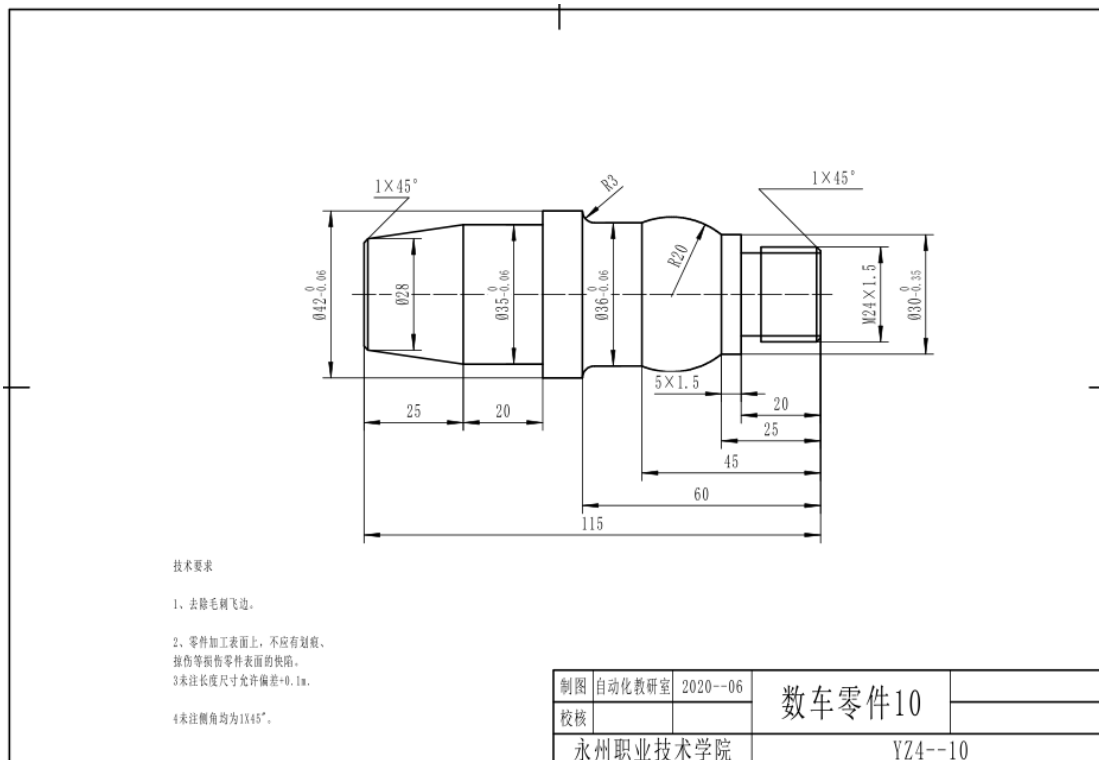

图 4-10 数控车零件 10
**任务 1:** 要求学生能按照相应的生产流程和作业标准完成图 4-10 零件的工艺编制, 并满足零件图的质量要求, 能正确填写相关工艺文件。
**任务 2:** 要求学生按照相应的生产流程和作业标准完成图 4-10 零件的加工, 并满足零件图的质量要求。毛坯尺寸:  $\phi 50 \times 116$  (单位 mm), 材料: 2A12 棒材。